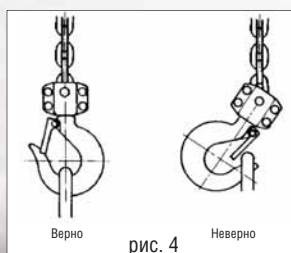

рис. 4
- Расположите трос или цепь в центре нижнего крюка (рис. 4). Убедитесь, что предохранительная щеколда закреплена.